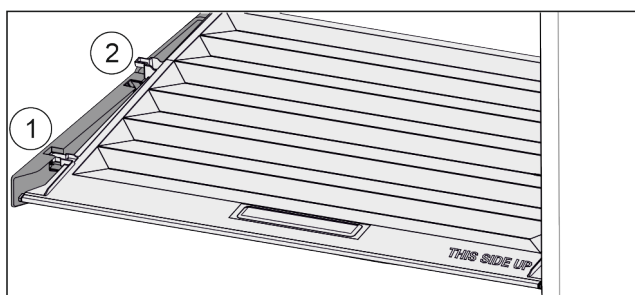

Fig. 39
- ▶ Tirer le couvercle vers l'avant jusque dans l'orifice des pièces de retenue Fig. 39 (1).
- ▶ Le soulever par le bas à l'arrière et le sortir par le haut Fig. 39 (2).